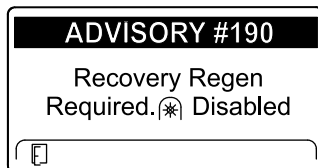

Figura 52
- Richiesta di rigenerazione di recupero – disabilitazione della presa di forza ADVISORY #190 (Figura 52)